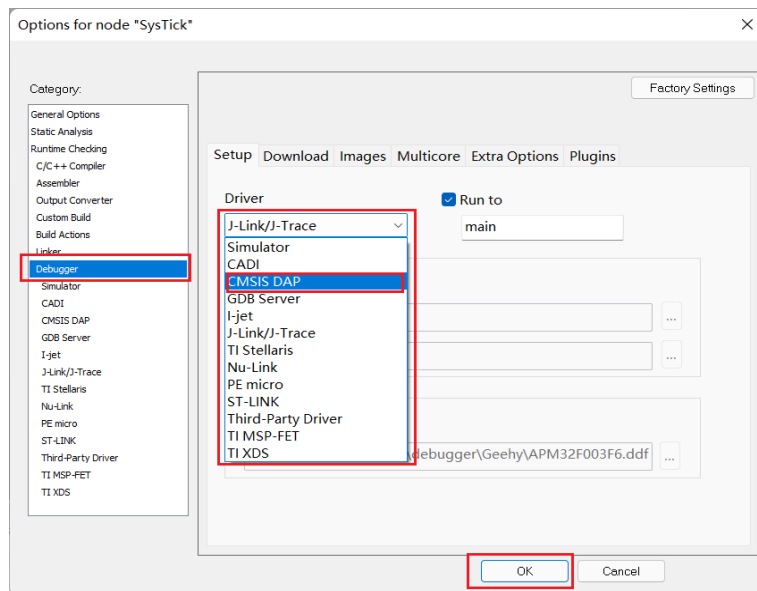

图 14
b) 如图 14 在“Debugger”中选择“CMSIS DAP”仿真器后点击“OK”。